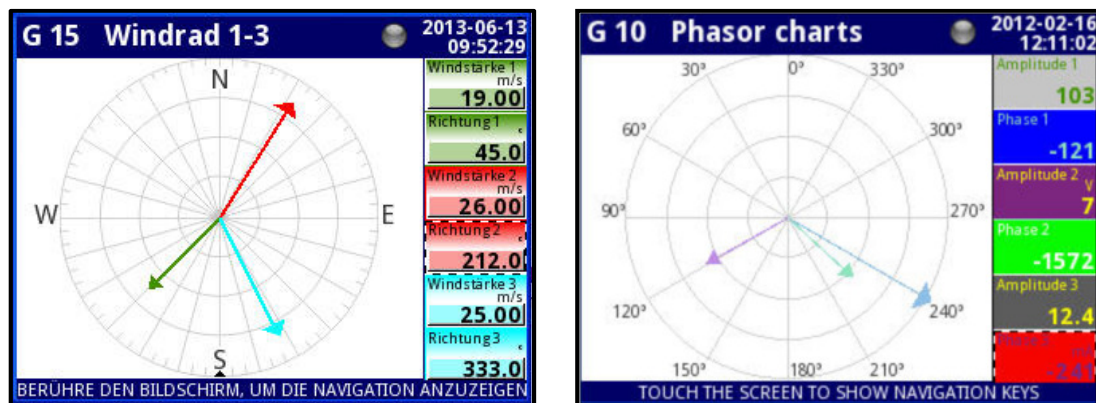

Abb. 6.9 Beispiele für Zeigerdiagramme
- als Zeigerdiagramm, Abb. 6.9
- als Zeiger, Abb. 6.9